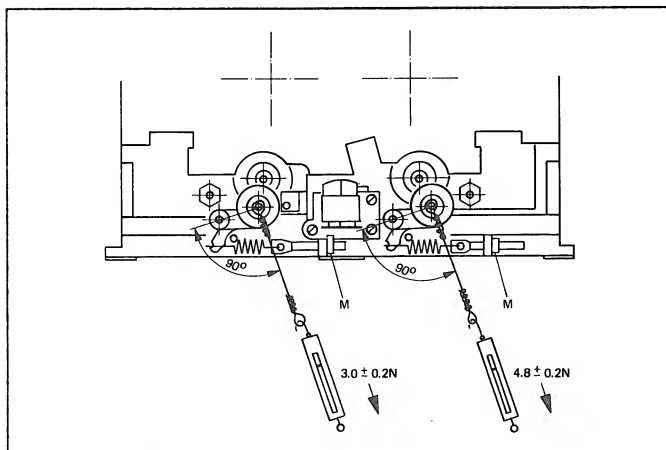

Fig. 3.1
- mit einer Draht- oder Fadenschlaufe eine Federwaage an den Andruckrollenachsen einhängen und daran ziehen, bis sich zwischen Capstanachse und der Andruckrolle ein Luftspalt bildet (Fig. 3.1)
- durch Verstellen der Vierkantschraube [M] (Fig. 3.1) die Andruckkraft auf folgende Werte einstellen: